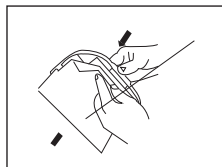

Abb. 15
4. Drücken Sie die Sicherung an der Halterung des Staubbeutels. Den neuen Staubbeutel schieben Sie in die beiden Halterungen und die Sicherung lösen Sie erneut (Abb. 15).